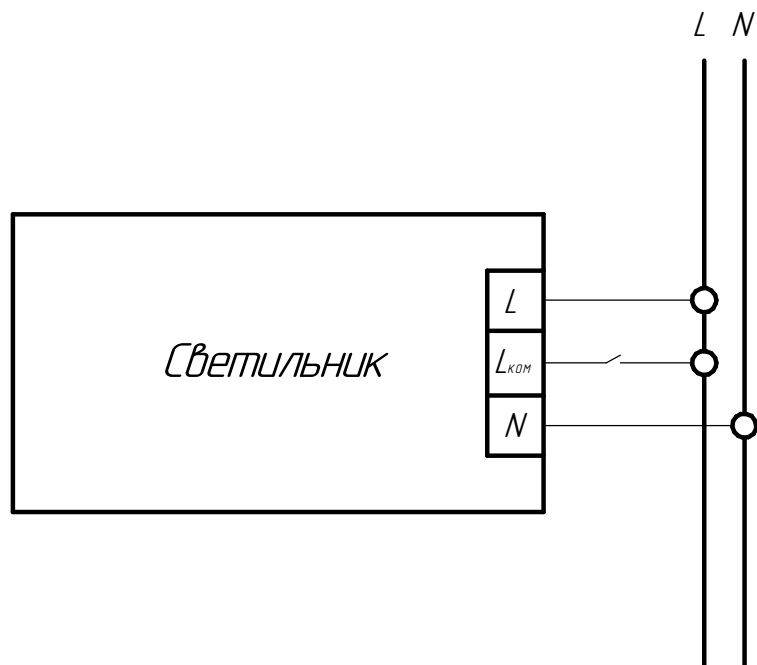

Рисунок 4 - Схема подключения светильника с БАП к сети
5.4 Заведите сетевой провод в отсек БАП (рис 3.). Присоедините сетевые провода к клеммной колодке, согласно схеме подключения (см. рисунок 4).